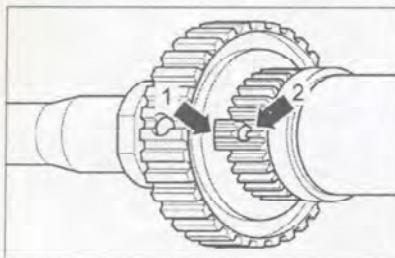

Рис. 7.262. Проследите, чтобы отверстия в ступице синхронизатора (стрелка 1) и первичном валу (стрелка 2) совпадали.
6. Проследите, чтобы отверстия в ступице синхронизатора (стрелка 1) и первичном валу (стрелка 2) совпадали (рис. 7.262).